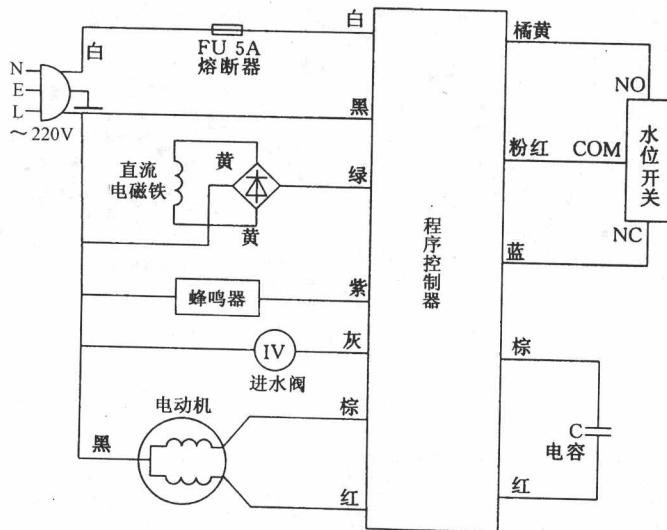
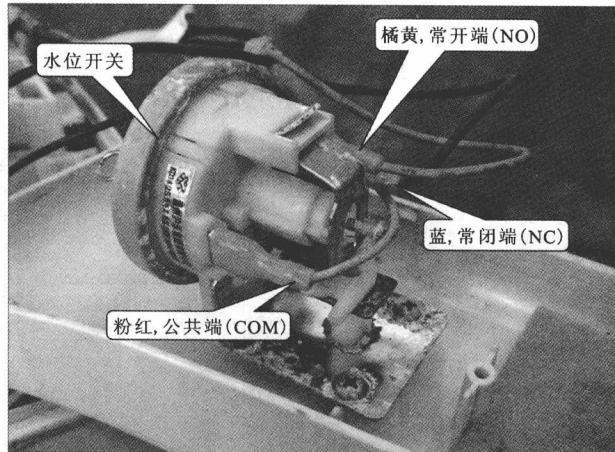
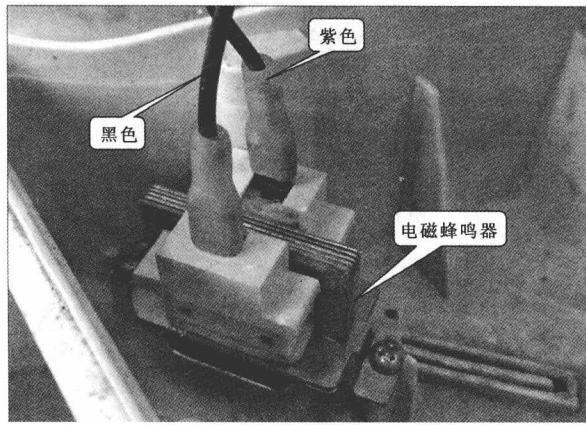

图 1-10 海尔小小神童迷你型洗衣机的电路图
图 1-11 水位开关
图 1-15 电磁蜂鸣器
⑧ 在进一步拆卸之前，需要先了解拆卸洗衣机的电路结构。图 1-10 为海尔小小神童迷你型洗衣机的电路图。
⑨ 将护盖取下来以后，就可以看到水位开关，进水不良的故障与该部件有关，如图 1-11 所示。该水位开关上有 3 根电线，分别为橘黄、粉红和蓝。通过如图 1-10 所示可知，橘黄连接的为水位开关常开端（NO），粉红为水位开关的公共端（COM），蓝为水位开关的常闭端（NC）。
(13) 在洗衣机上盖内部有一个电磁蜂鸣器，如图 1-15 所示。它的两个导线分别为紫色和黑色，与如图 1-10 所示中的标示相符，并且由两个固定螺钉固定。